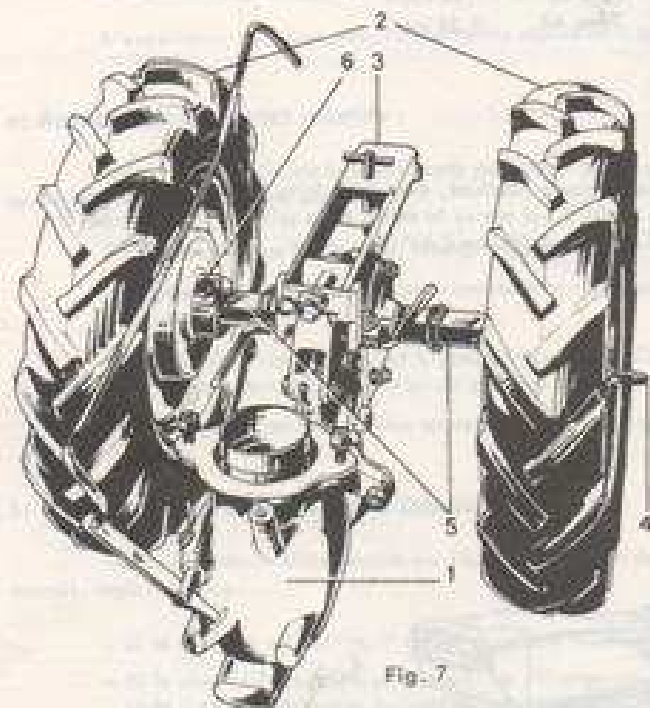

Fig. 7
Fig. 7 bis
- Le cliquet de chaque roue peut se régler dans 4 positions différentes (voir réglage des moyeux à cliquets page 36) au moyen d'une épingle (4 - fig. 7).
- Deux 1/2 arbres six pans (5 - fig. 7) relient le carter fraiseur à chaque moyeu de roue.
- Une vis de blocage (6 - fig. 7) arrête la roue dans la position désirée par l'utilisateur.
L'un et l'autre se fixent sur le carter fraiseur en position horizontale au moyen d'une ferrure et d'une broche (1 - fig. 7 bis) verrouillée par une épingle (2 - fig. 7 bis).
Les vis à manette (3 - fig. 7 bis) servent au réglage d'inclinaison des outils (voir page 37 guide de labour).
La broche verticale (4 - fig. 7 bis) sert soit à la fixation de la charrue sur l'attelage simple, soit à la fixation du dispositif de vis de réglage de profondeur.